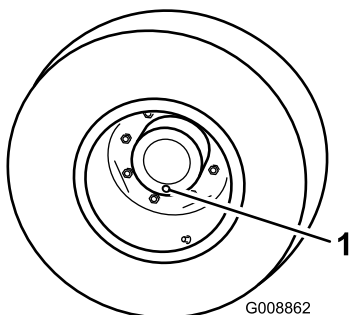

Figura 42
1. Con la máquina en una superficie nivelada, coloque la rueda de manera que el tapón de verificación/drenaje (Figura 42) esté en la posición de las 6.